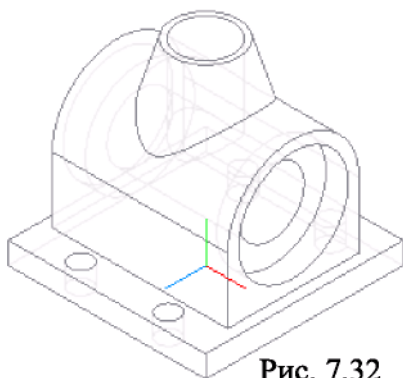

Рис. 7.32
13. Для создания симметричного углубления воспользуемся инструментом  **Зеркальный массив**. В качестве входных параметров операции последовательно указываем в **Дереве построений** последнюю операцию выдавливания и координатную плоскость **YZ** (рис. 7.32).